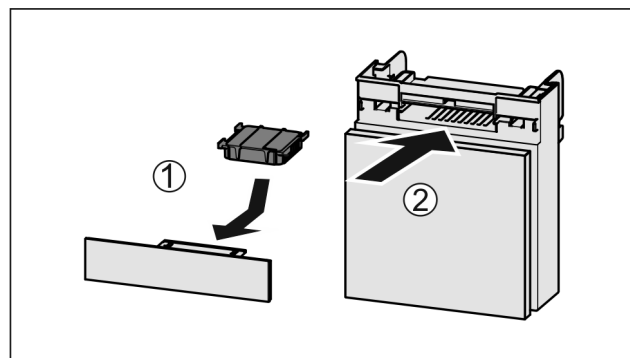

Fig. 112
- ▶ Insérer le filtre à charbon actif d'après le schéma Fig. 112 (1).
- ▶ Insérer le compartiment Fig. 112 (2).